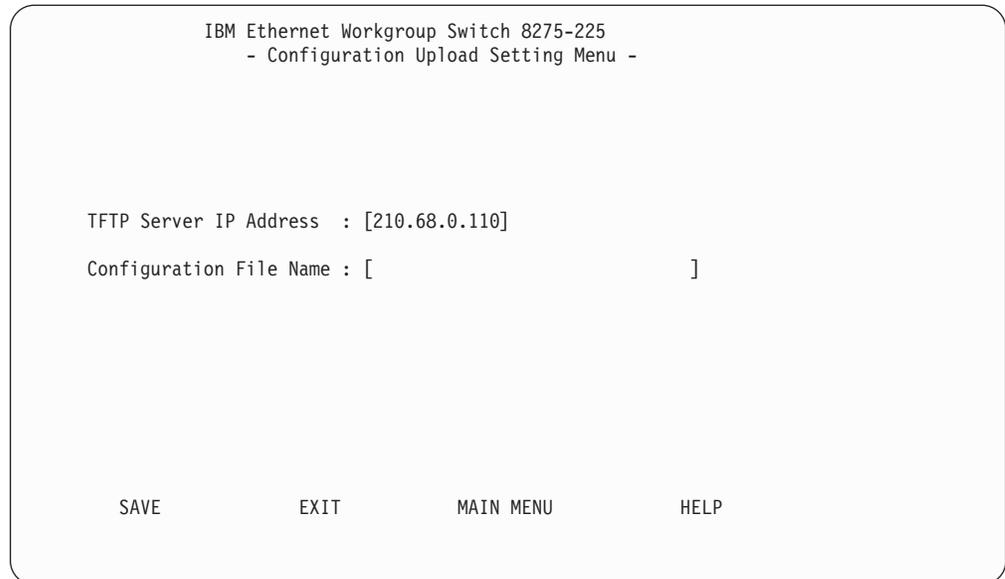

Figura 54. Painel Configuration Upload Setting Menu
- Configuration File Download - consulte o nome selecionado anteriormente no painel Configuration Upload Menu (consulte a Figura 54 na página 65).
A seleção desta opção exibe o painel Configuration Upload Setting Menu, mostrada na Figura 54 na página 65.